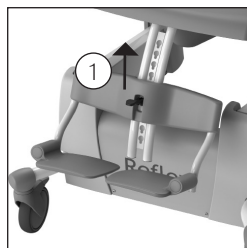

Figura 3 Rimozione dei poggiapiedi.
- Le pedane Reflex possono essere facilmente rimosse dal telaio spostando il labbro di bloccaggio (1) verso l'alto. La pedana viene quindi spostata verso l'alto e rimossa dal telaio. Eseguire la stessa procedura (in ordine inverso) per sostituirla (vedere figura 3).